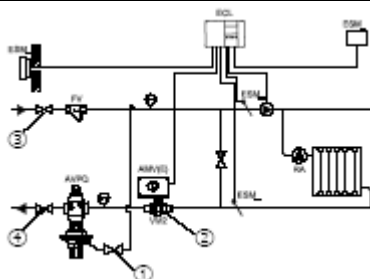

Рис. 33.
Медленно откройте запорный клапан (1) (Рис.33.), если он присутствует на импульсной трубке.
Медленно откройте запорное устройство (3) (Рис.33) на подающем трубопроводе.
Медленно откройте запорное устройство (4) (Рис.33.) на обратном трубопроводе.